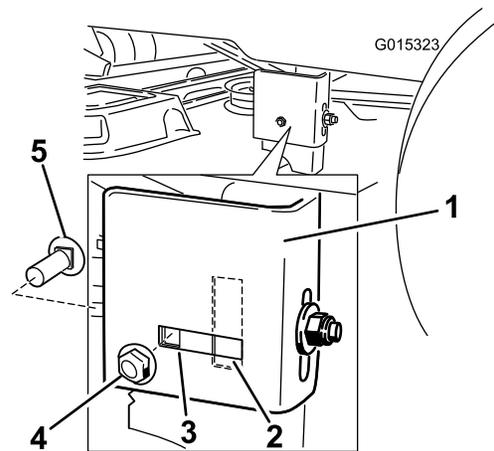

Figura 59
- Mueva al lado izquierdo de la máquina. Retire el perno de cuello cuadrado lateral y la tuerca de bloqueo de la posición fija, e instálelos en la posición ranurada trasera (Figura 59).